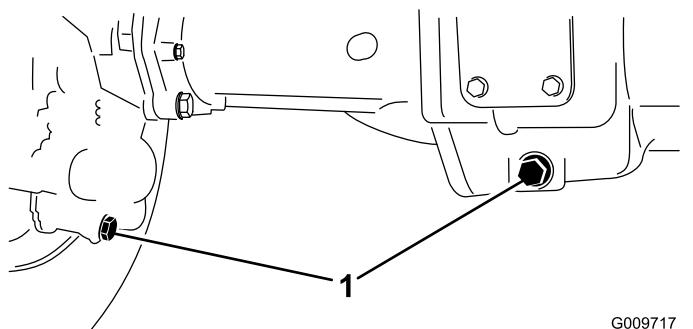

Figura 59
2. Pulite attorno ai 3 tappi di spurgo, 1 per lato ed 1 in centro (Figura 59).